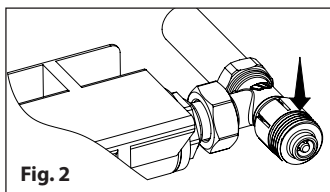

Fig. 2
- 2 - Smontare la ghiera a scatto sganciando i dentini (Fig.2)